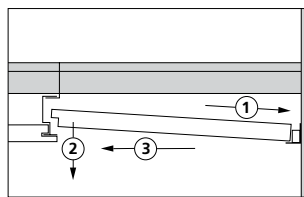

Fig. D2
Ved væg ilægges kantfjeder som vist på fig. D2. Rockfon pladen trykkes ind mod fjederen ①, sænkes ned på trinskinne og slippes ②, hvorved den glider frem og danner en tæt samling ③. Hvor der er plads, kan fjeder monteres fra næstsidste række plader, der så ilægges sidst.